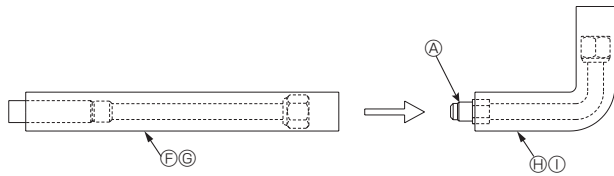
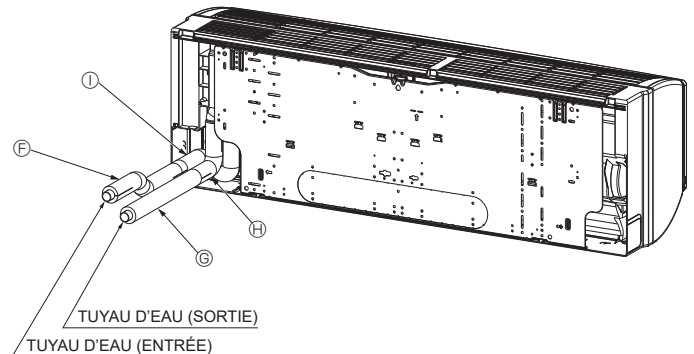
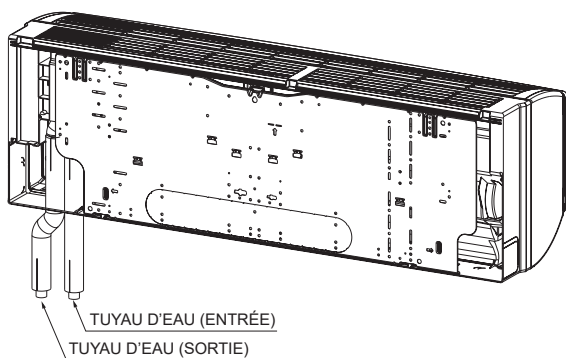

Fig. 3-7
Fig. 3-12
Fig. 3-14
3.3.2. Installation des tuyaux de raccordement ⑥ et ⑦ (de Fig. 3-7 à Fig. 3-14)
- (1) Pour la tuyauterie arrière droite, raccorder le tuyau ⑥ au tuyau ① et le tuyau ⑦ au tuyau ④. (Fig. 3-7, Fig. 3-12)
- (7) Fixer les matériaux d'isolation ⑧ aux parties découpées des cache-tuyaux pour les isoler. (Fig. 3-12)